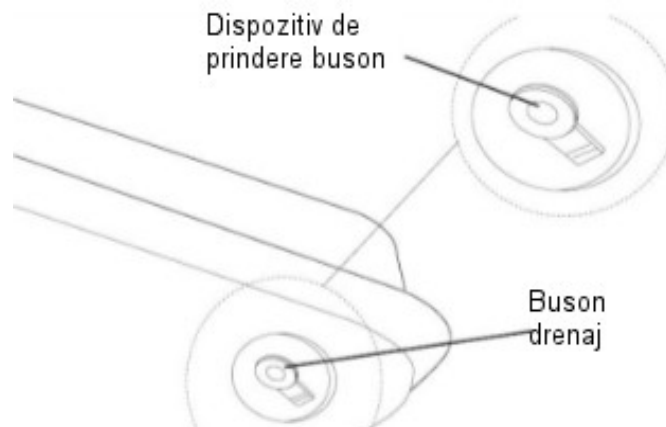

Figura 10. Indepartarea bosonului pentru drenaj
1. Pentru a indeparta busonul de drenare (K125/175/215), trageți dispozitivul de prindere al busonului in jos, dupa care scoateti capul de etansare de la orificiul de drenare al rezervorului (Figura 10).